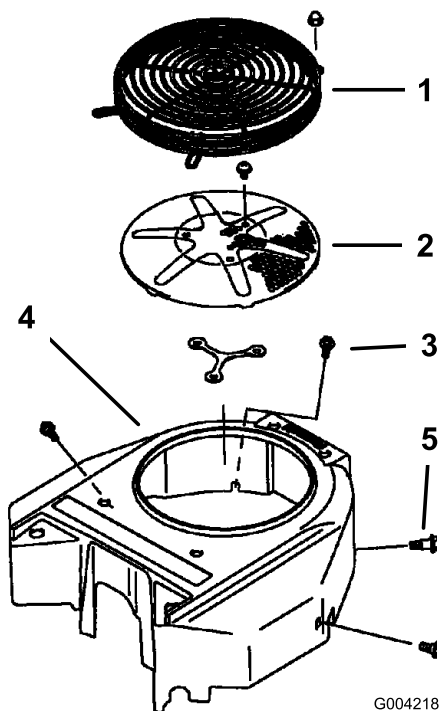

Figura 68
Antes de cada uso, elimine cualquier acumulación de hierba, suciedad u otros residuos de la rejilla del motor. Esto ayudará a asegurar una refrigeración adecuada y una velocidad de motor correcta, y reducirá la posibilidad de sobrecalentamiento y daños mecánicos al motor (Figura 68).
3. Retire la rejilla de entrada de aire, el arrancador de retroceso y la carcasa del ventilador (Figura 68).
5. Instale la rejilla de entrada de aire, el arrancador de retroceso y la carcasa del ventilador (Figura 68).